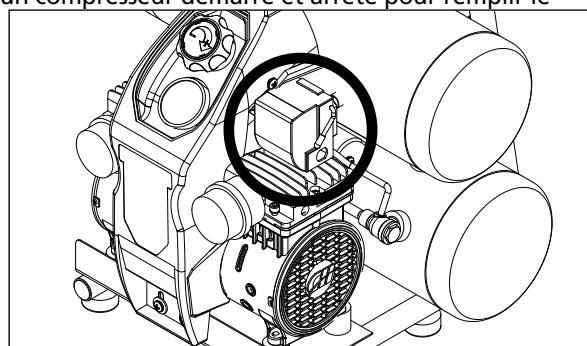

Figure 2
- En mode « Auto On », le compresseur s'arrête automatiquement lorsque la pression du réservoir atteint la pression maximale préalablement réglée. Une fois l'air du réservoir utilisé et que la pression descend au niveau inférieur préalablement réglé, le manostat remet le réservoir en marche automatiquement. En mode « Off », le compresseur ne fonctionnera pas. Cet interrupteur devrait être en position « Off » lors du branchement ou du débranchement du cordon d'alimentation de la prise électrique. (Figure 2)
1. Si la fiche du cordon électrique de l'unité ne vous est pas familière et si elle ne s'insère pas dans votre réceptacle, la Figure 2 vous aidera à en comprendre la raison grâce à ses illustrations de fiches et les tensions différentes avec lesquelles elle peut être utilisée.